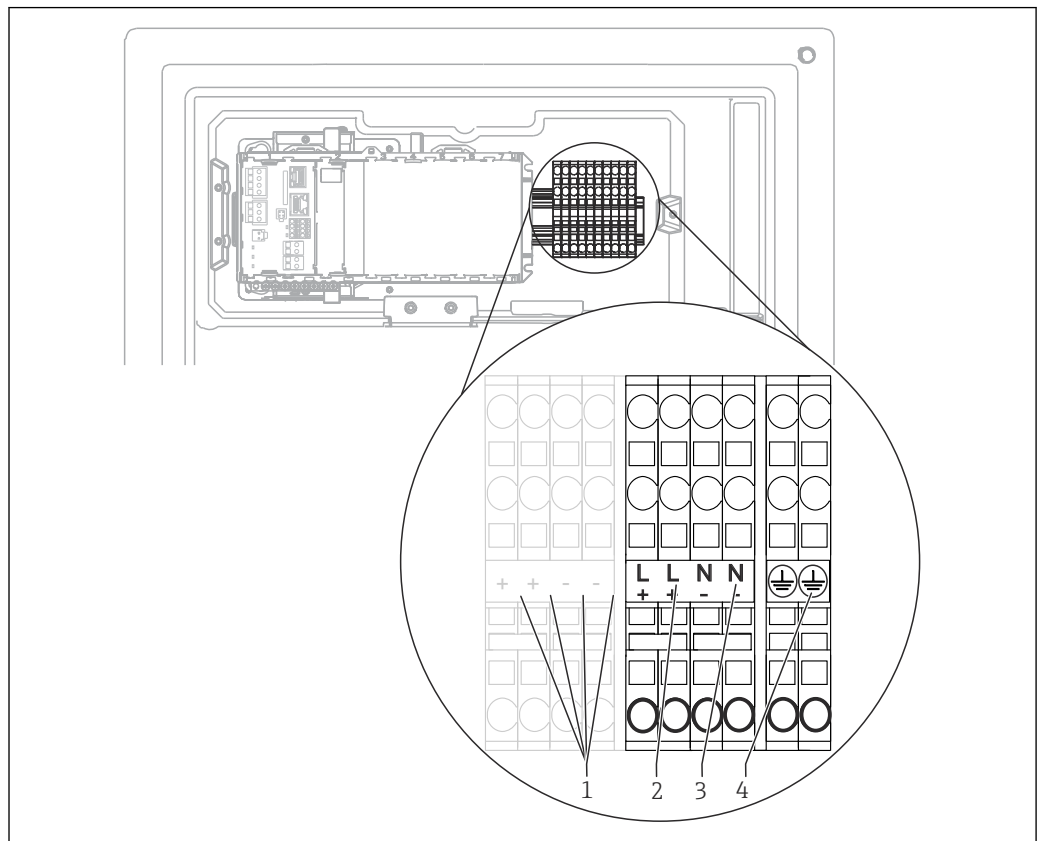

图 25 接线端子分配
1. 参照“布线”章节中列举的操作步骤操作电子接线腔(→ 图 25)。